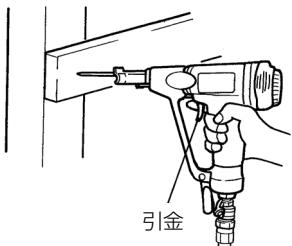

図 7
- 釘の先端を打ち込み対象物に押しつけ、その後引金を引いてください。釘を連打して打ち込みます。(図 7)